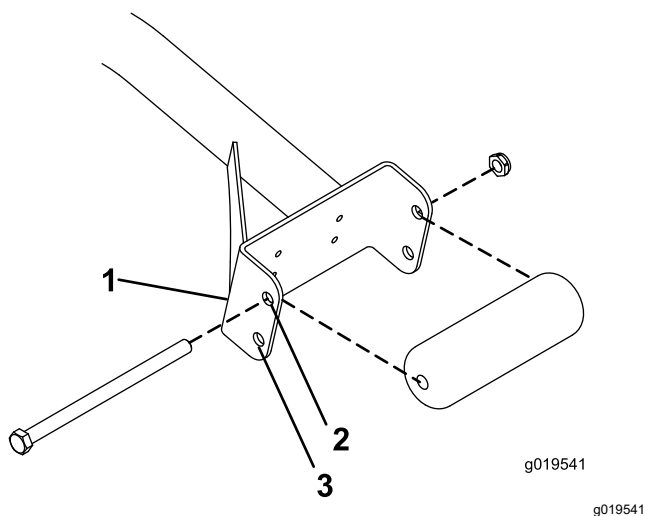

図 3
- 27 インチのカッティングユニットを使用する場合には、ローラを、サポートアセンブリのチャンネルの上穴に取り付ける 図 3。
- 32 インチのカッティングユニットを使用する場合には、ローラを、サポートアセンブリのチャンネルの下穴に取り付ける 図 3。